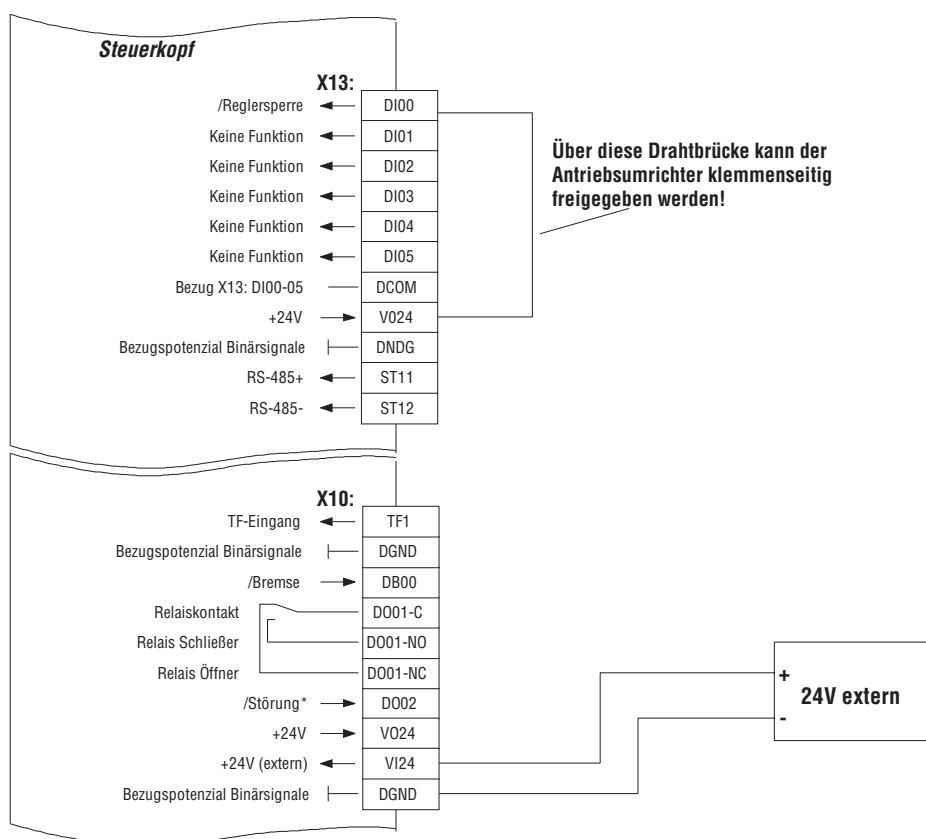

Bild 31: Verdrahtung des Umrichters für Feldbus-Applikationsbeispiel 1
1. Verdrahten Sie den Umrichter entsprechend der Montage- und Inbetriebnahmeanleitung. Für den Feldbusbetrieb schließen Sie den Umrichter bitte an eine externe 24V-Spannungsversorgung an (Klemme DI24 und DGND). Setzen Sie eine Drahtbrücke zwischen Klemme DI00 und VO24, um den Umrichter klemmenseitig freizugeben (Bild 31).